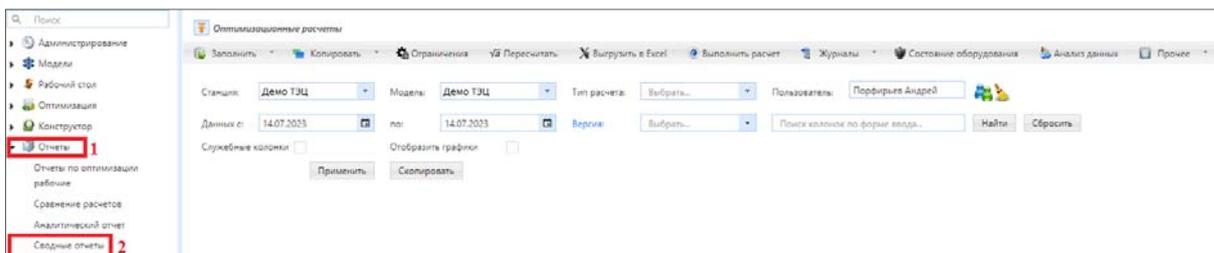

Рисунок 3.3.17 – Навигация функционала «Сводные отчеты» на главной странице Системы
Для просмотра созданного отчета на главной странице Системы раскройте модуль (1) «Отчеты» (рис. 3.3.17), выберите (2) подраздел «Сводные отчеты» (рис. 3.3.17).